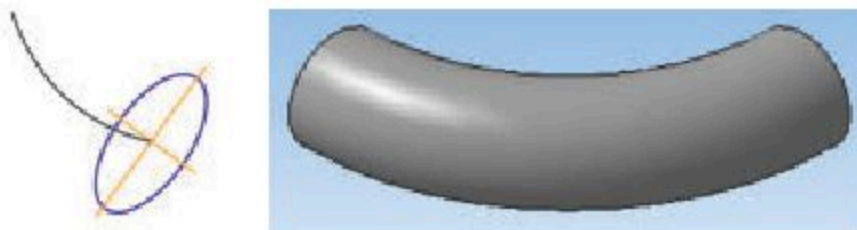

Рис. 8.5. Эскизы и элемент, образованный кинематической операцией
3. *Кинематическая операция* — перемещение эскиза вдоль указанной направляющей (рис. 8.5).